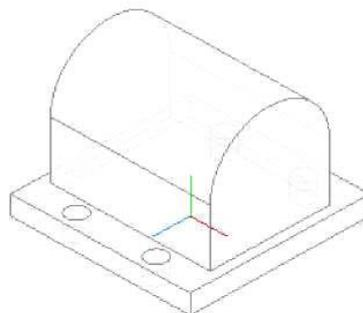

Рис. 7.27
4. Применяем к полученному эскизу команду  Приклеить выдавливанием. Направление выдавливания - Средняя плоскость, Расстояние - 80 (рис. 7.27).